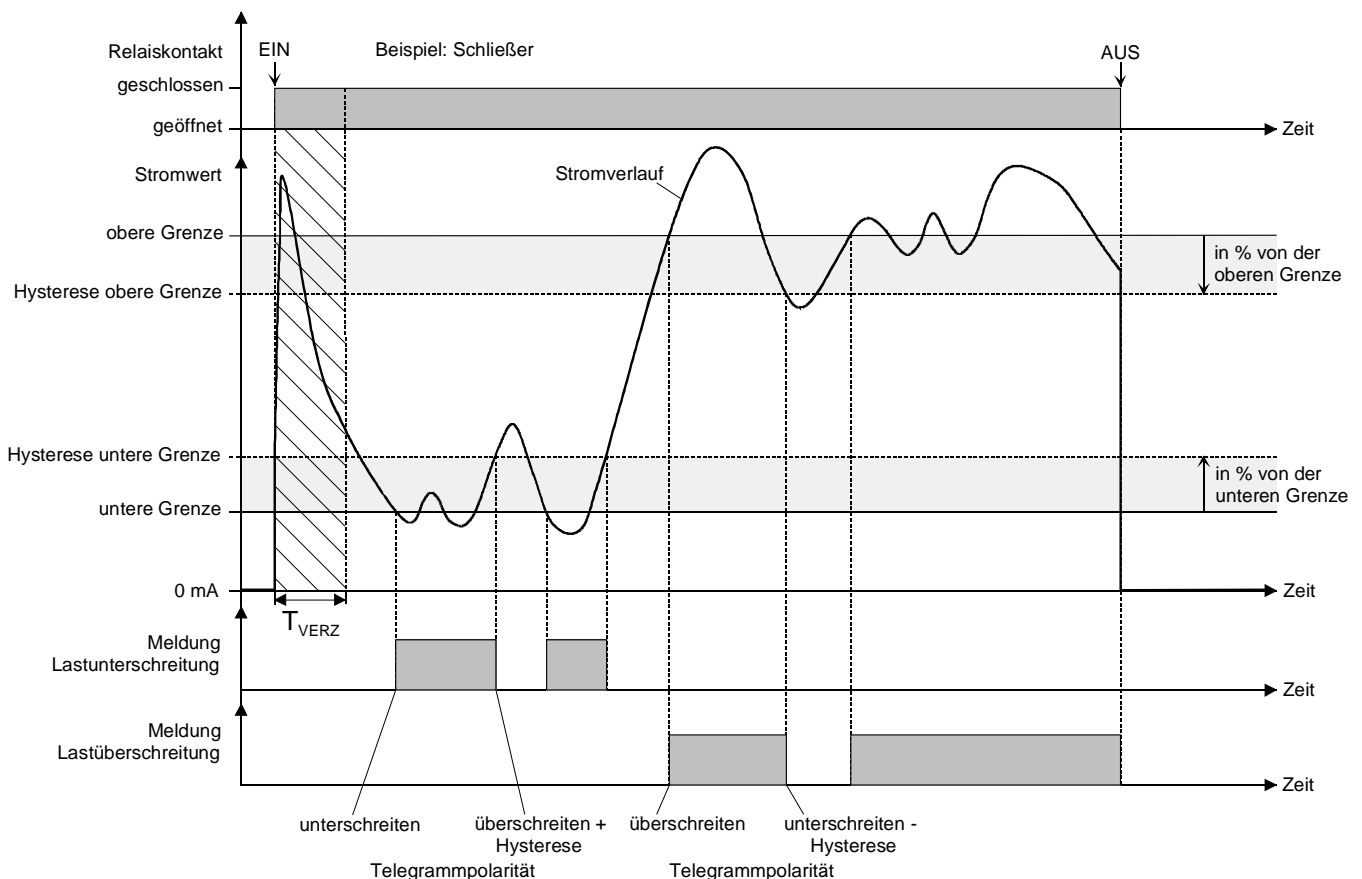

Bild 17: Lastüberwachung mit festen Lastgrenzen (exemplarischer Stromverlauf)
- Die Überwachung kann mit fest in der ETS parametrierten Lastgrenzen erfolgen. Die Lastgrenzen sind unabhängig vom Laststrom frei definierbar (vgl. Bild 17).